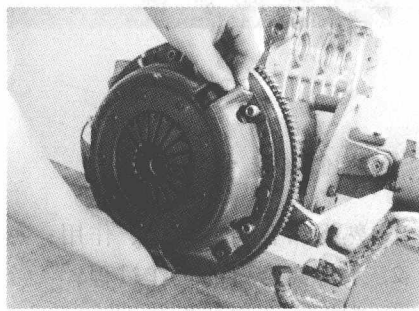

图 1-2 拆卸螺栓
- 2) 在拆卸任何固定螺栓之前先松开所有螺栓。松开螺栓后，用一只手托住离合器，用另一只手拆卸螺栓，如图 1-2 所示。